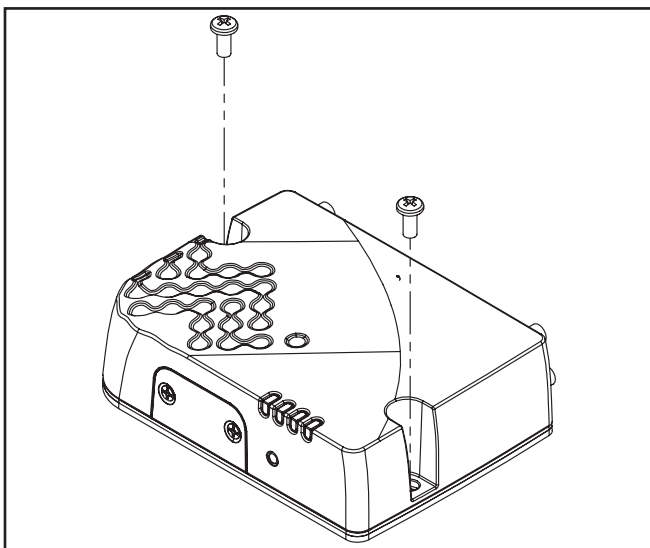

Figure 1.
2. Utilisez un tournevis Phillips no 8 pour retirer la passerelle. (Figure 1.)